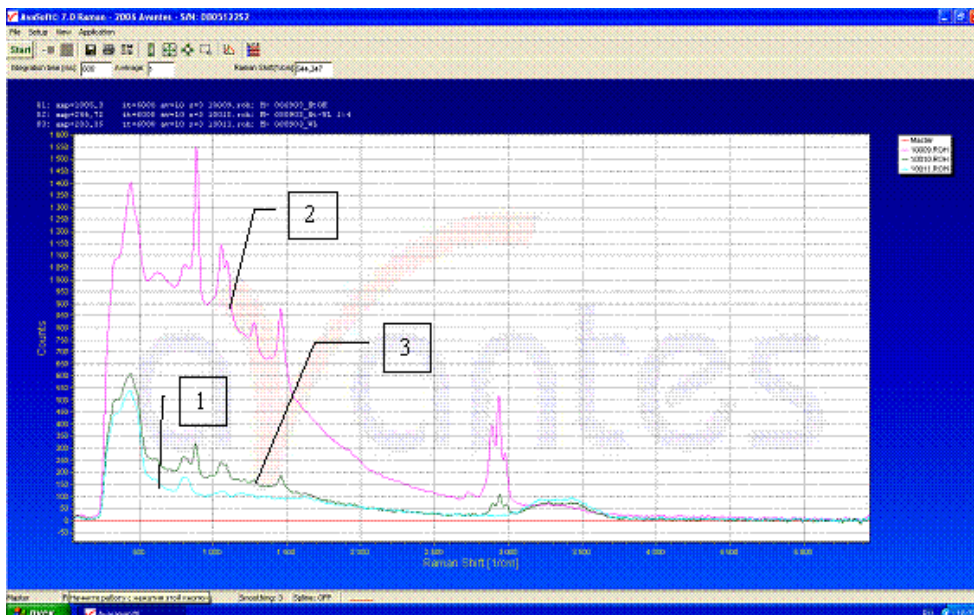

Рис. 2.17. Результаты измерения спектров КРС
На рис. 2.17 для примера приведены результаты измерения спектров комбинационного рассеяния дистиллированной воды (1), этилового спирта (2) и водно-спиртовой смеси состава 4:1 (3).